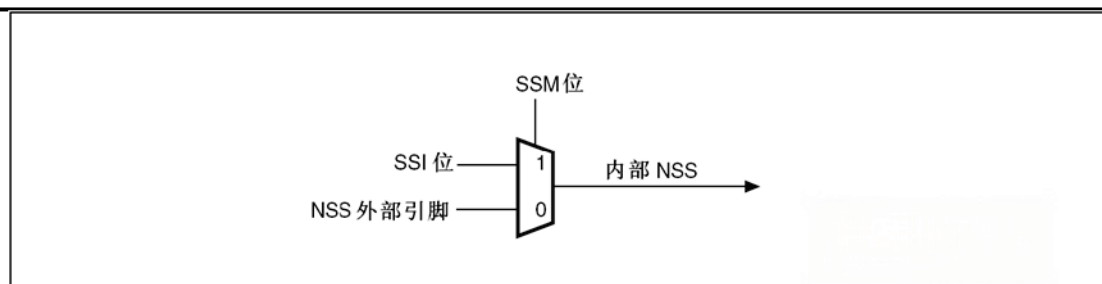

图 212 硬件/软件的从选择管理
- 软件 NSS 模式：可以通过设置 SPI_CR1 寄存器的 SSM 位来使能这种模式(见图 212)。在这种模式下 NSS 引脚可以用作它用，而内部 NSS 信号电平可以通过写 SPI_CR1 的 SSI 位来驱动